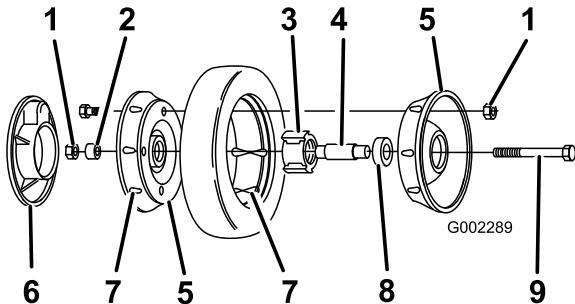

Figura 29
3. Retire el perno, el suplemento de la rueda y la contratuerca que monta la rueda al brazo de pivote (Figura 29).
4. Separe las mitades de la rueda del neumático retirando los 4 tornillos de caperuza y las 4 contratuerca (Figura 29).
**Nota:** Si retira los cojinetes del conjunto de cojinete/buje, retírelos apretando sobre el suplemento del cojinete (Figura 29).
1. Coloque el neumático en una mitad de rueda, alineando las orejetas en cada pieza (Figura 29).
2. Coloque el conjunto cojinete/buje en el hueco central de la mitad de la rueda. Asegúrese de que las patas del buje están posicionadas sobre la brida del hueco (Figura 29).
3. Coloque la otra mitad de la rueda sobre el conjunto cojinete/buje, alineando las orejetas de la rueda y del neumático y los taladros de montaje (Figura 29).
4. Usando 2 tornillos o pernos de rosca completa (1/4-20 x 1,50 pulg.) y tuercas no de freno, conecte sin apretar las dos mitades de la rueda. Monte los tornillos o pernos en taladros opuestos (Figura 29).
encaje sea uniforme, hasta que las mitades de la rueda estén juntas (Figura 29).
6. Instale los 2 pernos y 2 contratuerca que retiró anteriormente en los taladros restantes de las mitades de la rueda, y apriételos. Retire los dos tornillos o pernos largos y sustitúyalos por 2 pernos y 2 contratuerca (Figura 29).
7. Instale la rueda en el brazo de pivote con los pernos, un suplemento y una contratuerca. Asegúrese de que el suplemento está colocado entre el buje de la rueda y el brazo de pivote (Figura 29).